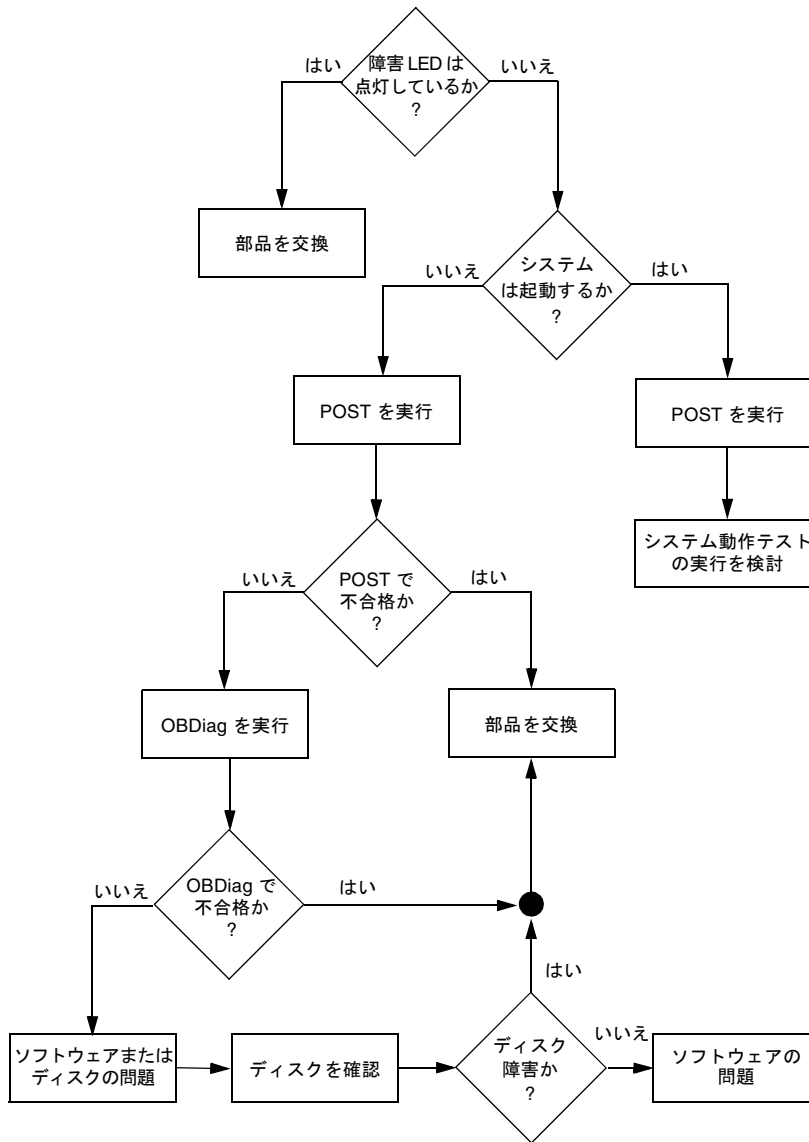

図 3-1 ハードウェアの障害を特定するためのツールの選択
- システムが起動できる場合は、より総合的なツールを使用する必要があります。図 3-1 に、一般的な障害特定作業の流れを示します。